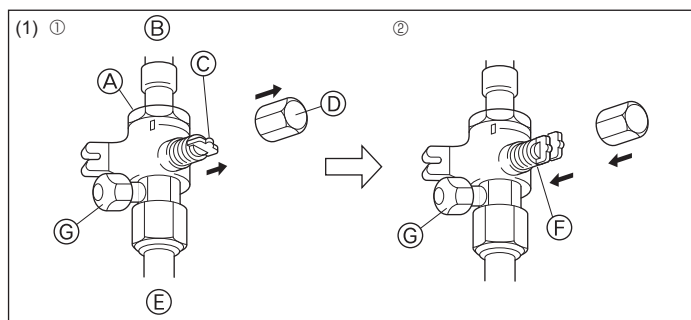
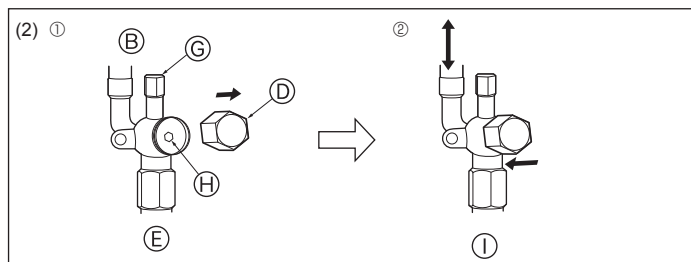

Fig. 4-9
Fig. 4-10
- (1) Gaszijde (Fig. 4-9)
- ① Verwijder de dop, trek het handvat naar u toe en draai dit een kwartslag tegen de klok in om de kraan te openen.
- ② Let erop dat de afsluitkraan geheel open is, druk de hendel in en draai de kap terug naar de oorspronkelijke stand.
- (2) Vloeistofzijde (Fig. 4-10)
- ① Verwijder de kap en draai de kraanstang zo ver mogelijk tegen de klok in met behulp van een 4mm-inbussleutel. Stop met draaien wanneer de nok wordt bereikt. (ø6,35: Circa 4,5 giri) (ø9,52: Circa 10 giri)